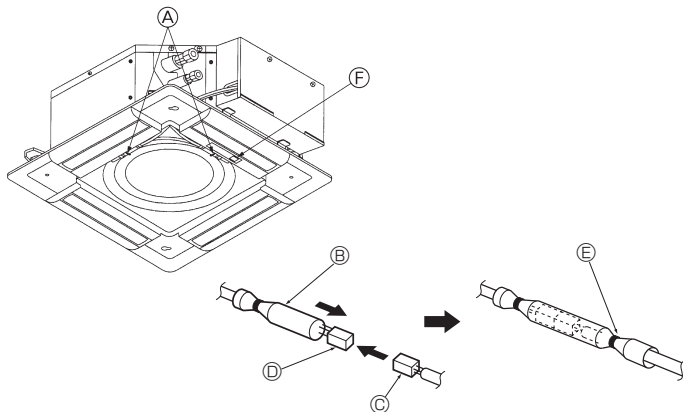

Fig. 8-8
8.3.4. Draden aansluiten (Fig. 8-8)